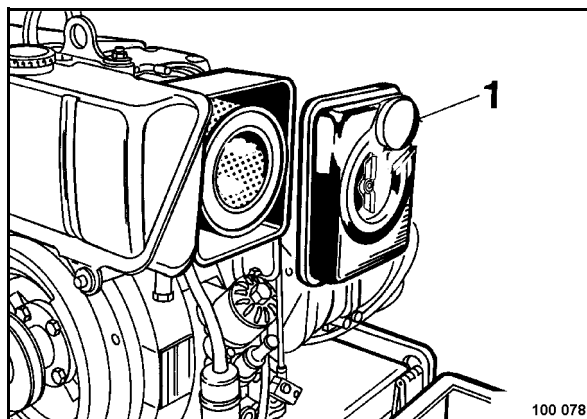

Рис. 67
- Вывинтить барашковый винт и снять крышку (1) (Рис. 67).